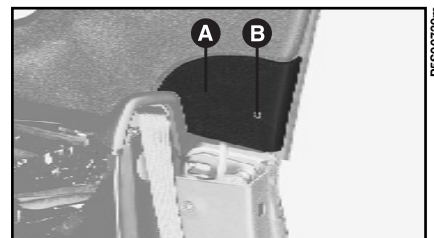

fig. 66
2) Smontare i pannelli laterali **A-fig. 66** dal rivestimento dell'hard top svitando le viti di fissaggio **B**.
7) Rimontare i pannelli laterali **A-fig. 66** sul rivestimento dell'hard top fissandoli con le viti **B**.